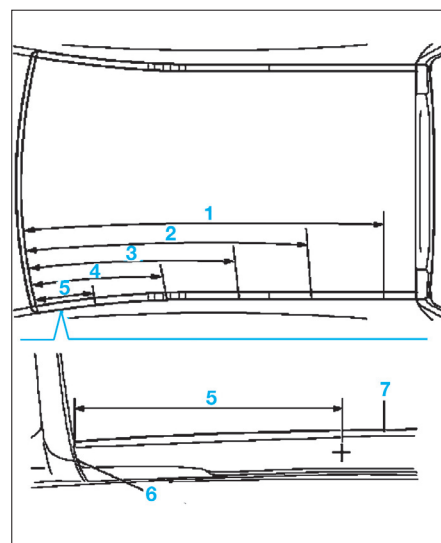

FIG. 155
- Percer le pavillon aux cotes indiquées (fig. 155) :